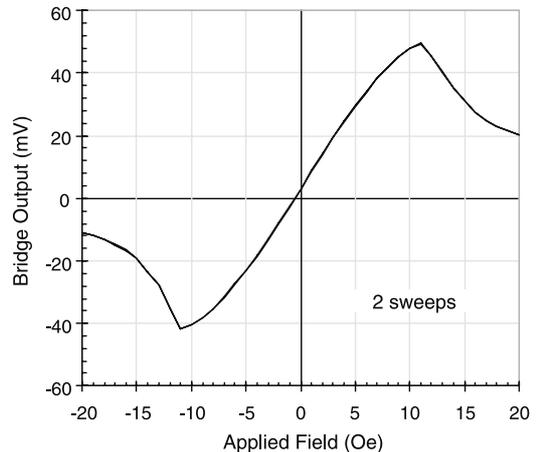

图 3 AMR 传感器输出曲线
铁镍薄膜的一个特性是当暴露在变化的磁场中时，其电阻有所改变 (R)，引起相应的输出电压的变化，如图 3 所示。电桥的灵敏度常表示为 $mV/V/Oe$ 。这个单位中间的 V 表示电桥的电压 V_b ，当电桥电压 V_b 为 5V，灵敏度为 $3mV/V/Oe$ ，则输出增益为 $15mV/Oe$ 。选择适当的放大器，可达到 1mv 的输出电平，则磁分辨率为 $67\mu Oe$ ，或 $1/15000Oe$ 。如果放大器的增益为 67，则总体的输出灵敏度为 $1V/Gauss$ ($67 \times 15mV/gauss$)。如果需要满量程为 $\pm 2gauss$ ，则输出为从 0.5V 到 4.5V 的电压，以 2.5V 电压为中心。这个信号电平适合于大多数 A/D 转换器，使用 AMR 传感器和放大器，精确的磁场信息可提供磁场强度和方向信息。